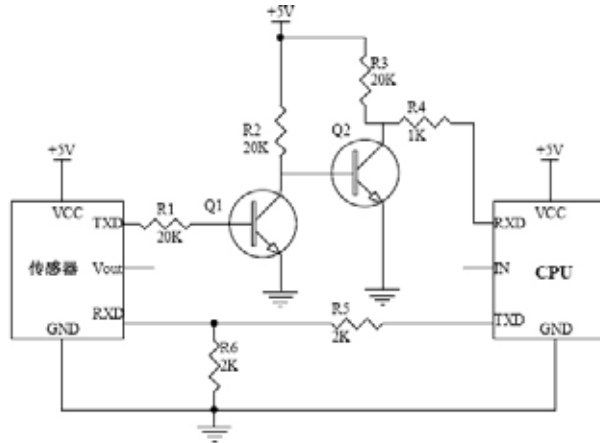

图4
② 若连接5V设备 (CPU),建议进行电平转换 。通过串口接收气体浓度数据及执行标定功能。如图4: